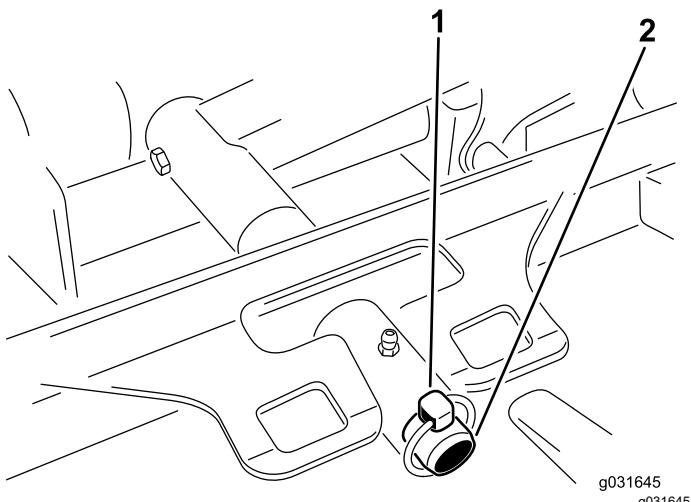

Figure 69
- Retirez la goupille à anneau ou l'écrou de retenue qui fixe le bâti porteur de l'unité à l'axe de pivot du bras de levage (Figure 69).
- Poussez le bâti porteur de l'unité de coupe sur la tige de pivot et fixez-le avec une goupille à anneau ou l'écrou de retenue (Figure 69).